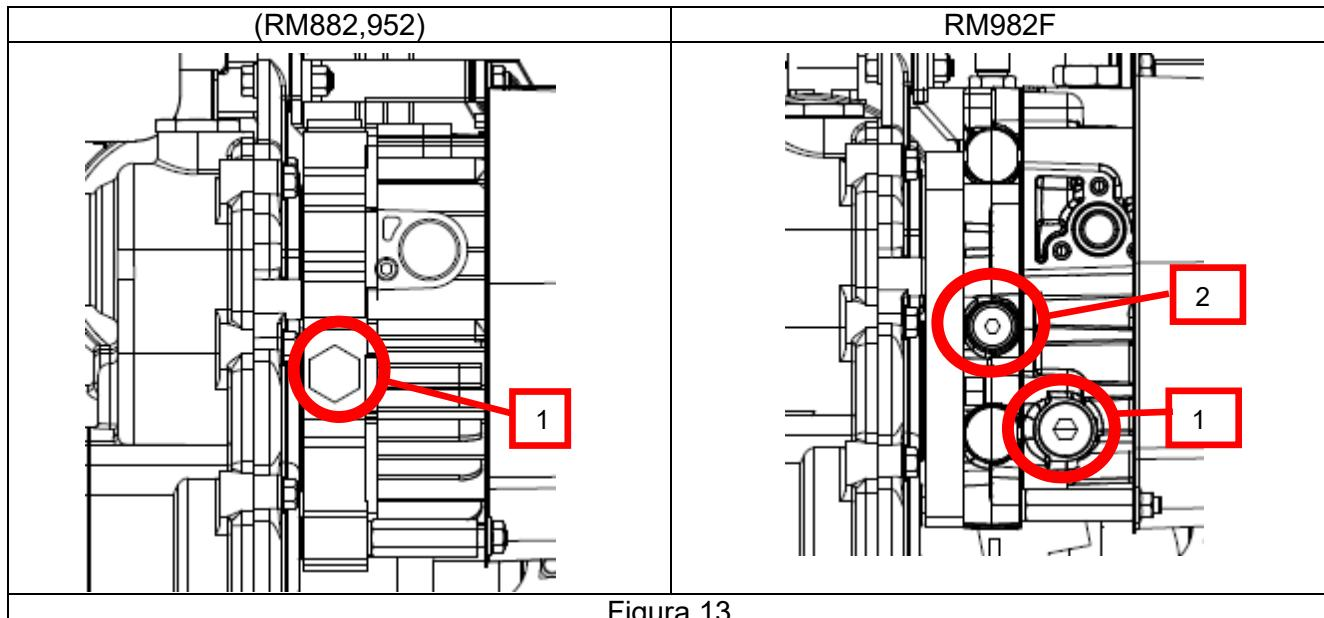
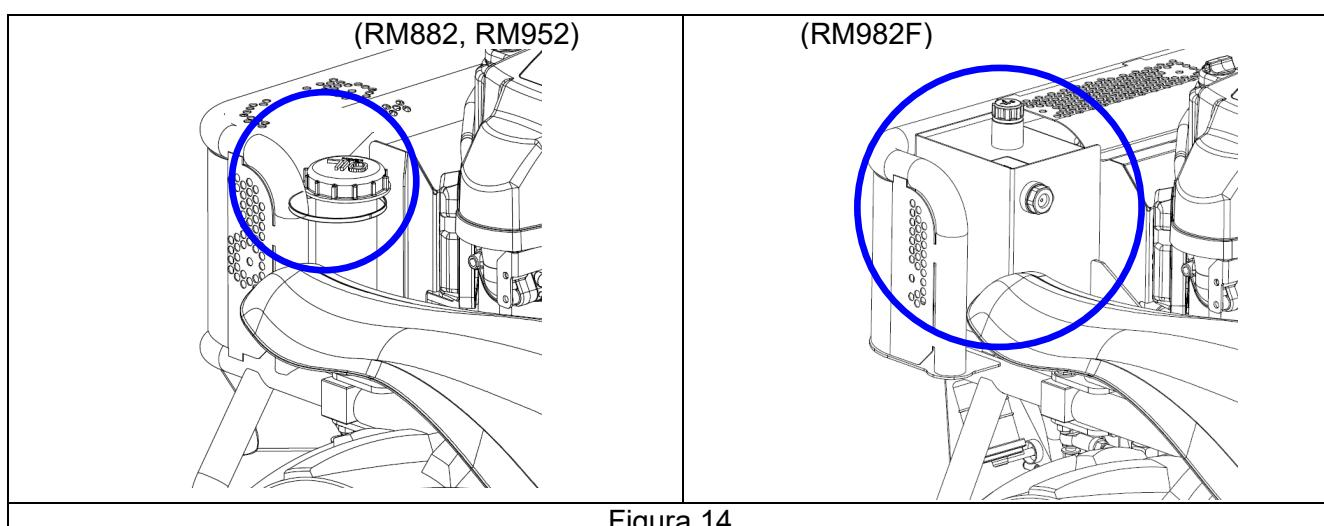

Figura 13
Figura 14
Nivel de aceite HST (figura 14)
Cambio de aceite hidrostático trasero (Figura 13, Figura 14)
1. Coloque el recipiente adecuado justamente debajo de la salida de la unidad hidrostática y realice la salida de este aceite al recipiente, retirando el tapón de drenaje de aceite. (1 Figura 13).
Nunca suelte el tornillo (2 Figura 13). De lo contrario, podría influir en la conducción de la máquina. Hacerlo se considera uso indebido, por lo tanto, la garantía no cubriría esto.
- Verifique si no hay burbujas en el depósito hidráulico. Después del trabajo, verifique si el nivel de aceite alcanza “posición de nivel alto”, en el tanque de aceite. De lo contrario, añada aceite hasta llegar a ese punto de “nivel alto” (Figura 14)